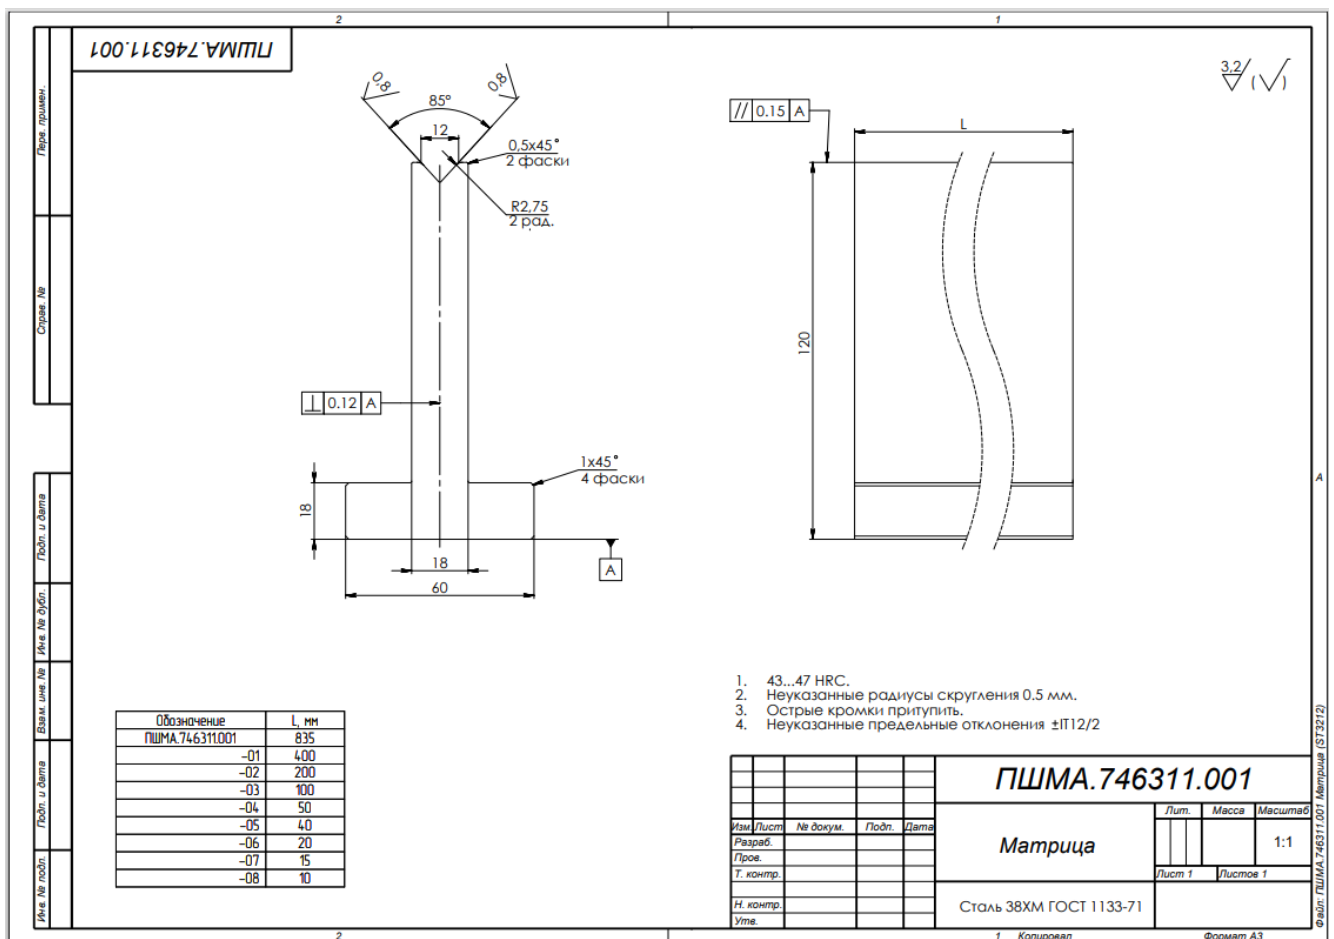

Рис.1. ПШМА.746311.001 Матрица.
| 1 | ПШМА.746311.001 Матрица | 1 | Рис. 1 |
- материал инструмента, входящего в комплект оснастки (табл. 1) – сталь 38ХМ ГОСТ1133-71 или сталь 45 ГОСТ1050-88 в соответствии с конструкторской документацией (рис.1 – рис.11)